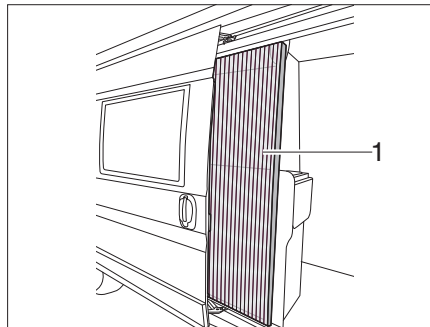

Figura 21 Protección contra insectos
- Extraer la protección contra insectos (Figura 21,1) por el listón completamente.
- Regresar la protección contra insectos (Figura 21,1) por el listón a su posición inicial.